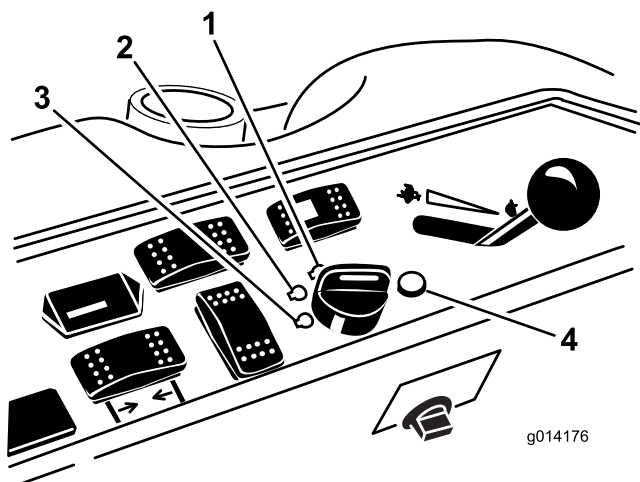

Figura 12
- Girate la chiave di accensione in senso orario, in posizione di marcia (Figura 12).
- Girate la chiave di accensione in posizione Off (Figura 12). Attendete che tutte le parti in movimento si siano fermate, prima di lasciare il posto di guida.